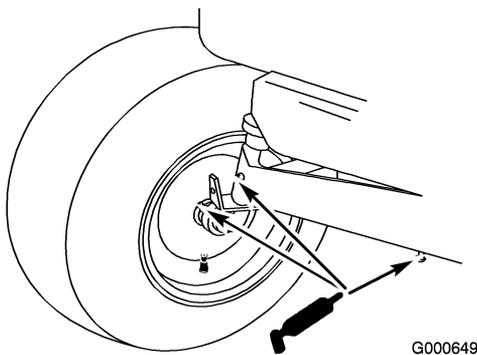

Figure 29
1. Graissez les roues avant et les fusées jusqu'à ce que la graisse commence à sortir par les roulements (Figure 29).
2. Graissez le pivot d'essieu avant (Figure 29).